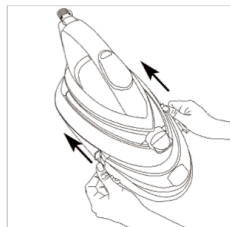

FIGURE 11
3. Remettez le réservoir d'eau en vous assurant qu'il reste bien en place (Figure 11).